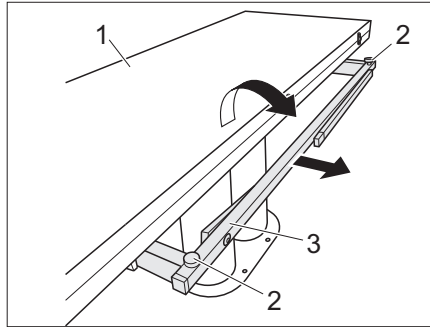

Fig. 112 Agrandar mesa
- Sacar la estructura inferior de la mesa (Fig. 112,3).
- Desplegar mitad de la mesa (Fig. 112,1).
- Ajustar la altura deseada del tablero de mesa con los dos tornillos (Fig. 112,2).